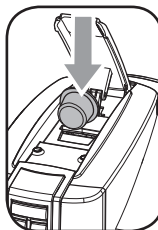

Abb. 2
- 9- Eine Kapsel wie in der Abbildung gezeigt einsetzen (Abb.2).